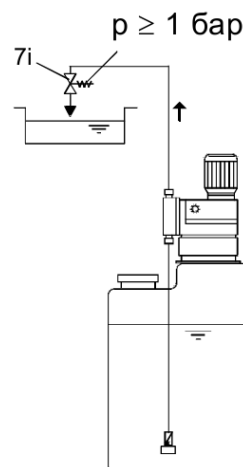

Рис. 10.
- Если это не может быть обеспечено, установите подпружиненный клапан (7i) в нагнетательную линию (рис. 10).